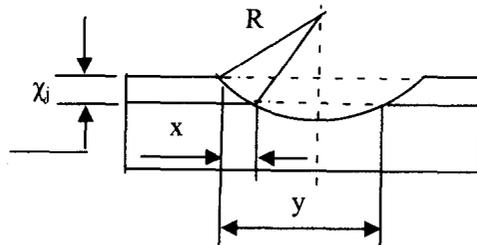

图2-1 滚槽剖面图
(2) 滚槽(或滚球)法: 滚槽法就是使硅片表面在滚槽机上滚出一道半径为 R 的柱形浅槽, 剖面如图2-1所示; 经显结以后, 在显微镜下可测得 x 、 y 的数值, 按勾股定理和浅槽可得到: